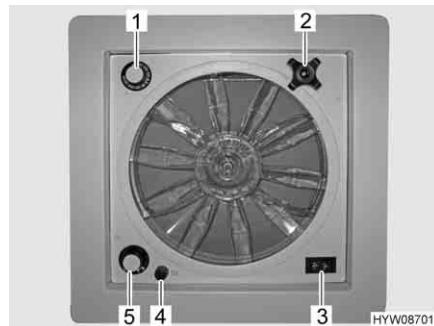

Fig. 39 Oblò con ventilatore
► Un fusibile da 4 A (Fig. 39,4) protegge da sovraccarico il motore del ventilatore. Se si verifica un sovraccarico: Individuare per prima cosa la causa (ad es. il ventilatore è sporco), poi sostituire il fusibile.
- Ruotare la maniglia girevole (Fig. 39,2), finché non si raggiunge l'angolo di apertura desiderato.
- Portare l'interruttore a levetta (Fig. 39,3) su "Aerazione" (flusso d'aria dall'esterno verso l'interno) o "Sfiato" (flusso d'aria dall'interno verso l'esterno).
- Portare l'interruttore a levetta (Fig. 39,3) sulla posizione centrale.
- Posizionare l'interruttore girevole (Fig. 39,5) sul grado desiderato:
- Ruotare il termostato (Fig. 39,1) fino alla battuta in direzione "blu".